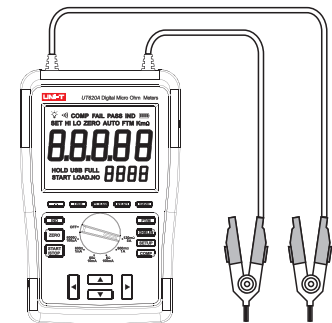

图 6
1. 用凯氏夹测试线（标配）连接仪表的T+ T- 端子，另一端连接待测物两端，如图6：